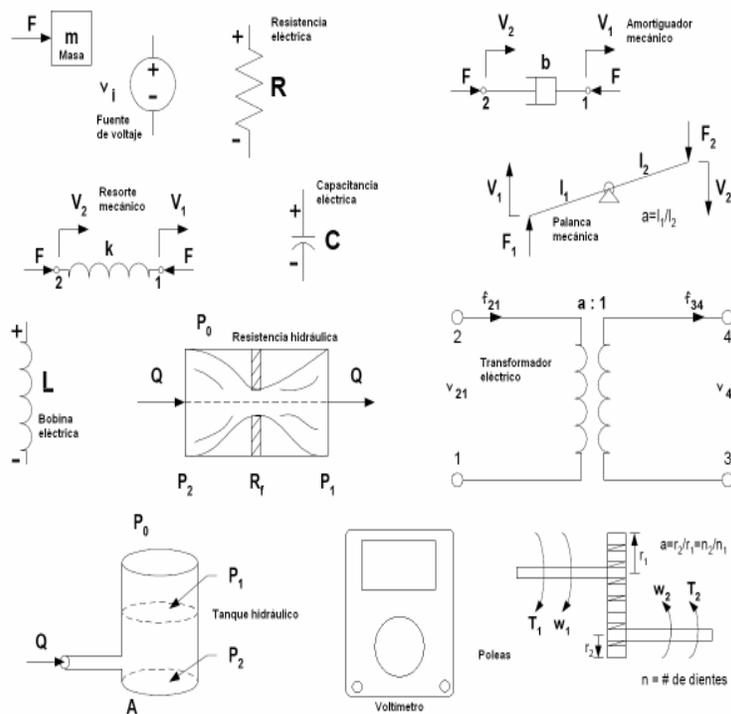

Figura 1.3: Universo de componentes físicos ideales para el ejemplo
**Ejercicio 1.2** *Considere los elementos mostrados en la figura 1.3, los cuales conforman un “universo” particular de elementos físicos. Construya a partir de dicho universo un sistema eléctrico.*